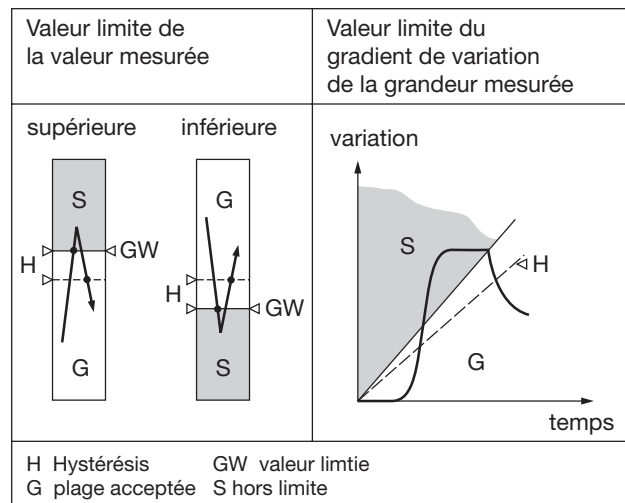

Fig. 3
– Pour surveiller une valeur haute ou basse de la grandeur mesurée située entre -10 et +110%² (voir fig. 3 à gauche)
entre ±1 et ±50%²/s (voir fig. 3 à droite)